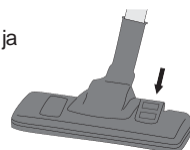

Figura 4 Moqueta o suelo duro
5. Seleccione el reglaje para aspirar moqueta o suelo duro accionando la clavija con el pie, véase la figura 4. Para superficies duras oprima la parte posterior de la clavija de manera que el cepillo salga de la boquilla. Si la superficie es blanda, oprima la parte frontal de la clavija.